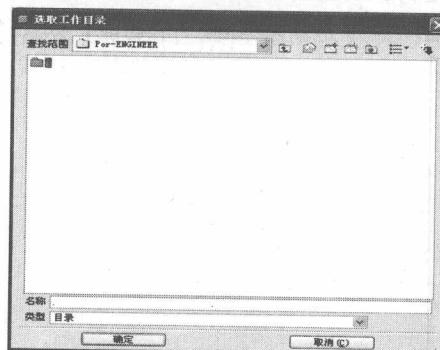

图 1-4 “选取工作目录”对话框
- “设置工作目录”: 用来设置 Pro/ENGINEER 打开文件的搜索路径, 选择该命令后将会弹出如图 1-4 所示的“选取工作目录”对话框, 在该对话框中读者可以根据自己的需要任意设置工作目录所在的路径。